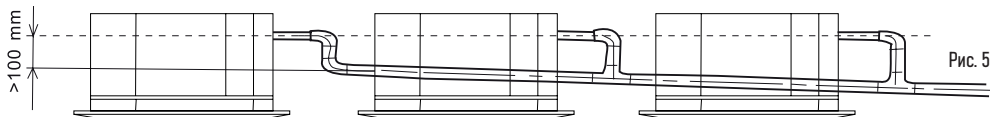

Рис. 5
- Если отвод дренажа от нескольких внутренних блоков осуществляется в общий дренажный трубопровод, то каждое последующее подключение к нему необходимо выполнять на 100 мм ниже предыдущего (рис. 5 приложения).